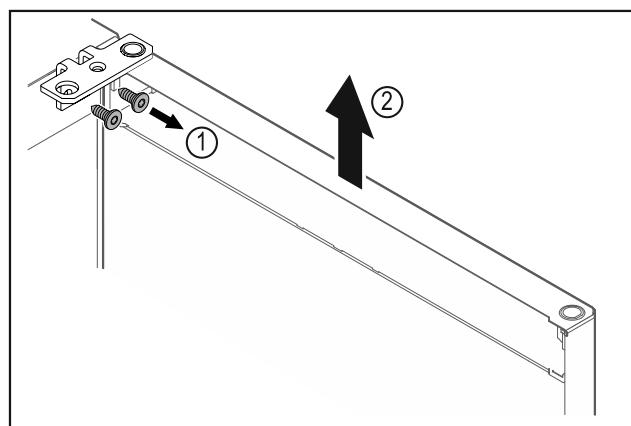

Fig. 9
- Odvrnite kutne šarke Fig. 9 (1).
► Dignite vrata s kutnim šarkama Fig. 9 (2) cca 200 mm ravno prema gore i skinite ih.